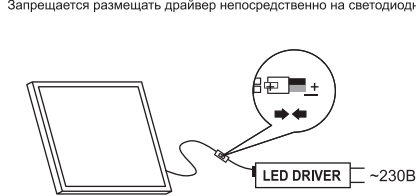

Рис. 1
3. Вставьте разъем панели в разъем драйвера LD-40 (поставляется отдельно), (Рис. 1).
3. Встановте роз'єм панелі в роз'єм драйвера LD-40 (поставляється окремо). (Рис. 1).